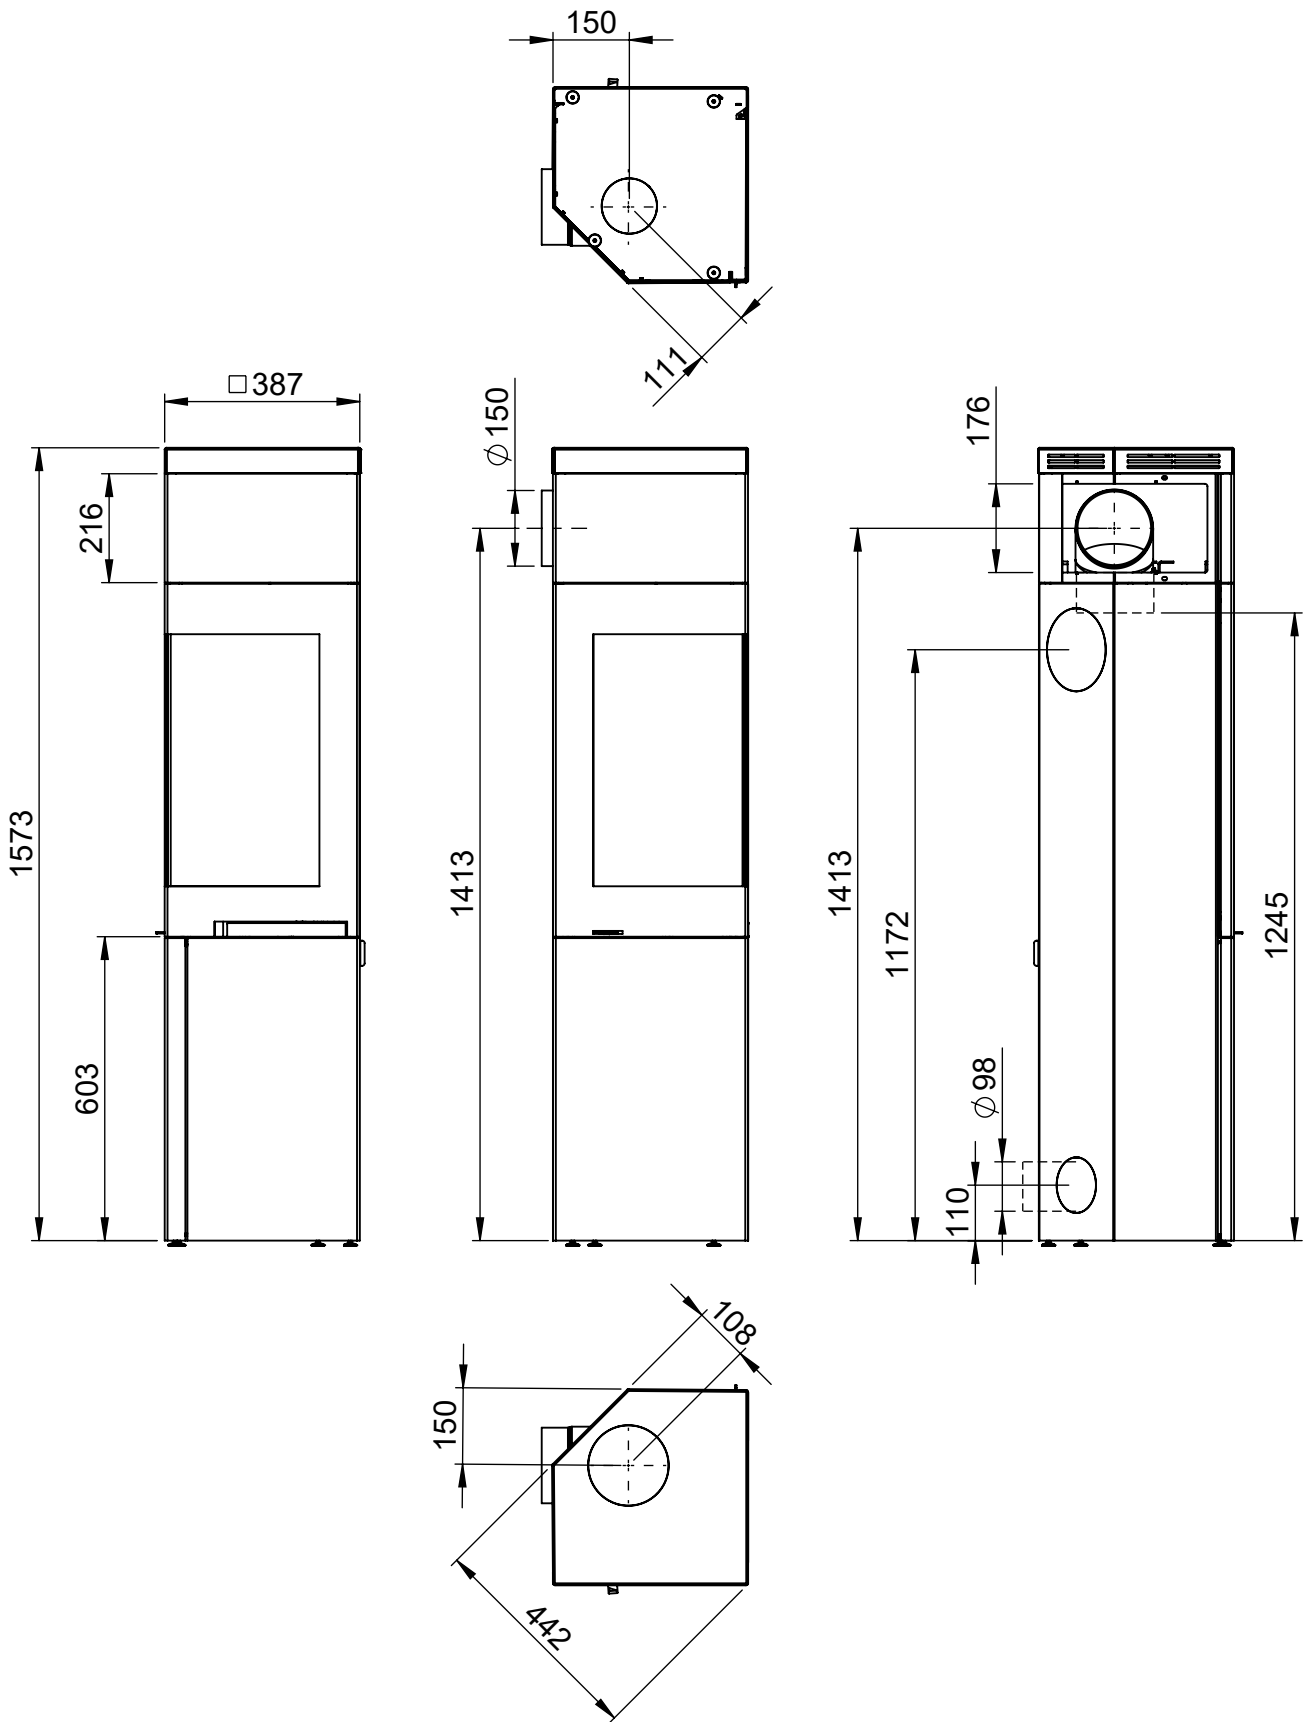

FIG 1
1. Løsne og fjern unbrako skruene med en 5 mm unbra konøkkel og fjern stål topp vinkler med magneter fra ovnen (fig 1).
1. Loosen and remove the hexagon socket set screws with a 5 mm Allen key and remove steel top supports (59 mm) with magnets from the stove (FIG 1).
3. **A.** Assemble a cover and steel top supports with magnets on a top, see (FIG 3A and FIG 3B). The parts - supports were removed earlier from the stove - see (FIG 1).
1. Desserrer et retirer les vis à six pans creux avec une clé six pans de 5 mm et retirer les supports supérieurs en acier avec les aimants du poêle (Fig.1).
3. **A.** Monter les supports supérieurs en acier avec les aimants sur le dessus, voir (Fig. 3A et 3B). Les pièces ont été retirées du poêle précédemment - voir (Fig.1).
1. Skruva ur låsskruvarna (använd 5 mm insexnyckel) och avlägsna de övre plåtstöden med magneter från kaminen FIG1.
3. **A.** Montera de övre plåtstöden med magneterna (se FIG. 3A och FIG. 3B) (det var dessa delar som du avlägsnade från kaminen, se FIG. 1).
1. Lösen und entfernen Sie die Inbusstellschrauben mit einem 5-mm-Inbusschlüssel. Entfernen Sie die oberen Stahlstützen mitsamt Magneten vom Kaminofen (Abb. 1).
3. **A.** Montieren Sie der deckung und die oberen Stahlstützen mitsamt Magneten an einer Oberseite, siehe Abb. 3A und 3B. Die Elemente wurden zuvor vom Kaminofen entfernt, siehe Abb. 1.